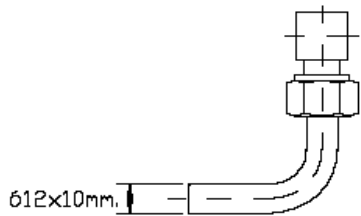

Fig. 2
Fig. 2 bis
- Б) При подсоединении прибора к газопроводу нужно использовать трубу минимальным диаметром 12x10 мм. (Рис. 2 – Рис. 2 бис), помеченную символом G.